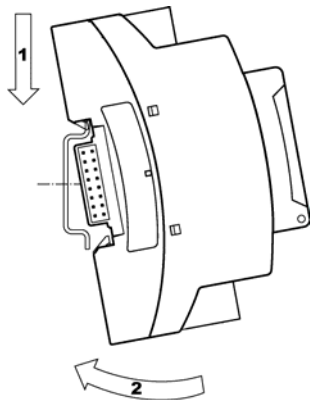

Рисунок 7.2
7.1.3 Модуль вместе с соединителем установить на DIN-рейке, сначала закрепив на рейке его верхнюю, затем – нижнюю части (см. рис.7.2).